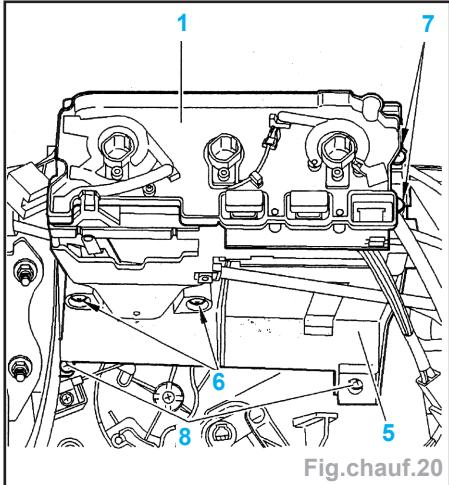

Fig.chauf.20
- Déposer (Fig.Chauf.20) :
- Déposer les vis (8) et écarter le tableau de commande (1) (Fig.Chauf.20).